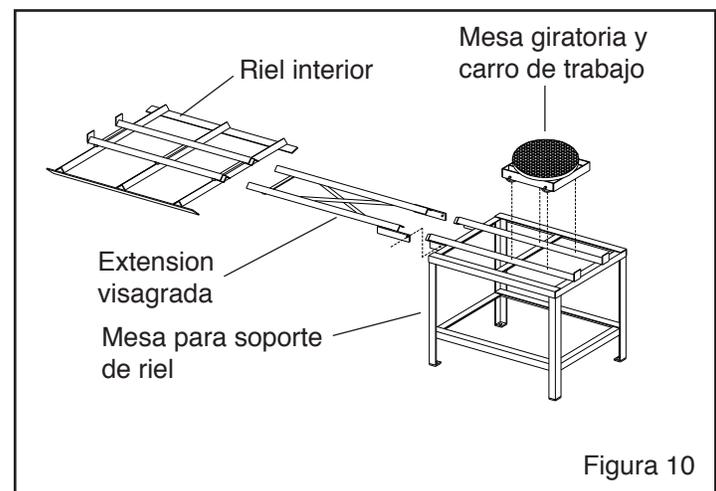

Figura 10
**3.5.1** Componentes de la mesa giratoria y el ensamble de los rieles se muestran en la Figura 10. El ensamble consiste de: